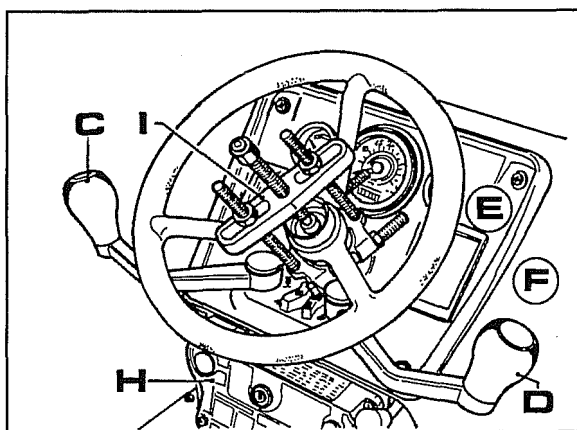

Fig. 9
2. Con l'utilizzo di un estrattore del tipo illustrato in fig. 9 (**I**), togliere il volante.
3. Togliere la leva comando riduttore **C**, comando cambio **D** e il cruscotto **E** fig. 9.
4. Togliere il quadro di avviamento **H** fig. 9, quindi scollegare tra di loro i blocchetti dell'impianto elettrico anteriore da quello posteriore.
5. Togliere il lamierato (o i lamierati) **F** fig. 9 che supportano il cruscotto.